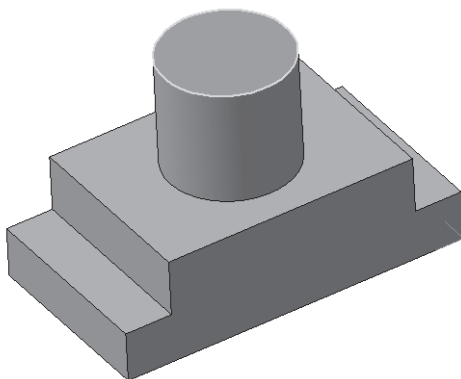

Рис. 161
- щелчком ЛКМ выделите верхнюю грань цилиндра (вы укажите плоскость для дальнейшего построения – зеленая) – рис. 161;